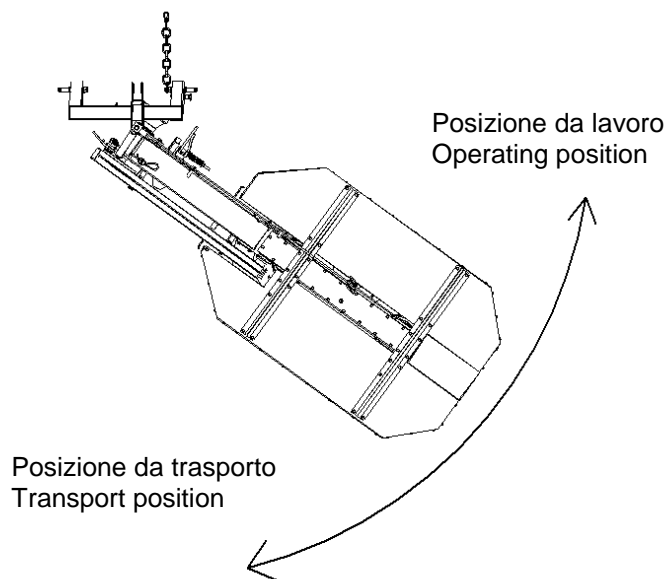

Fig. 4: barra falciante in posizione da lavoro - posizione da trasporto
1. Una protezione completamente raddoppiata (il montaggio è mostrato nel paragrafo "montaggio protezioni") deve essere posta sulla copertura dell'unità di taglio subito dopo aver rimosso le viti (Fig.4 nr.1) e l'asta di montaggio (Fig.4 nr.2).
1. A fully twisted guard (mounting is shown in section "13.2.7 Guard assembly" must be placed on the cutting unit cover after prior removal of the screws (Fig. 4 item 1) and the rod assembly (Fig. 4 item 2).
6. Spostare manualmente la barra falciante in posizione da trasporto (fig.4) così che il perno di blocco viene inserito nell'apertura della staffa (il cavo deve essere sciolto) (fig.3.2).
6. Move the mower into the transport position manually (Fig.4) so that the interlock pin is inserted into the yoke opening (the cord must be loose) (Fig.3.2).
- E. Spostare manualmente la barra falciante in posizione da trasporto (fig.4) così che il perno di blocco viene inserito nell'apertura della staffa (il cavo deve essere sciolto) (fig.3.2).
5. Dal retro della macchina, tirare il cavo in modo da sganciare il perno di blocco (fig.3.2/B) e poi girare la barra falciante in configurazione da lavoro (fig.4).
5. Standing at the back of the machine, pull the cord thus removing the pin interlock from the yoke (Fig.3.2/B), then turn the mower into the operating position (Fig.4).